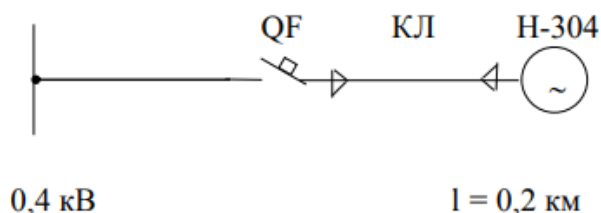

Рисунок 1. Схема электрическая принципиальная
**Задача 3.** Выбрать кабельную линию для питания электродвигателя мощностью 7,5 кВт;  $\cos \varphi_n = 0,87$ ;  $\eta_n = 93\%$ , проверить линию по потере напряжения (рис. 1).